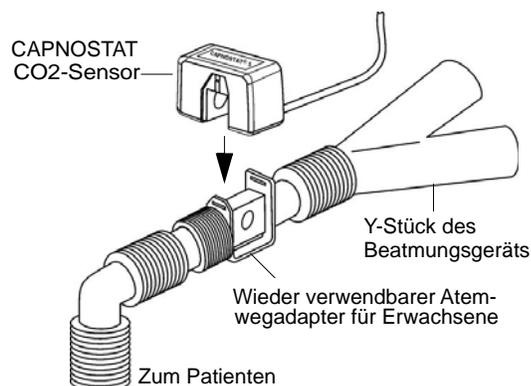

Abbildung 2
1. Bringen Sie den CAPNOSTAT 5 CO₂-Sensor mit angeschlossenem Atemwegadapter zwischen dem L-Stück und dem Y-Stück des Atemkreislaufs an, wie in Abbildung 2 dargestellt.